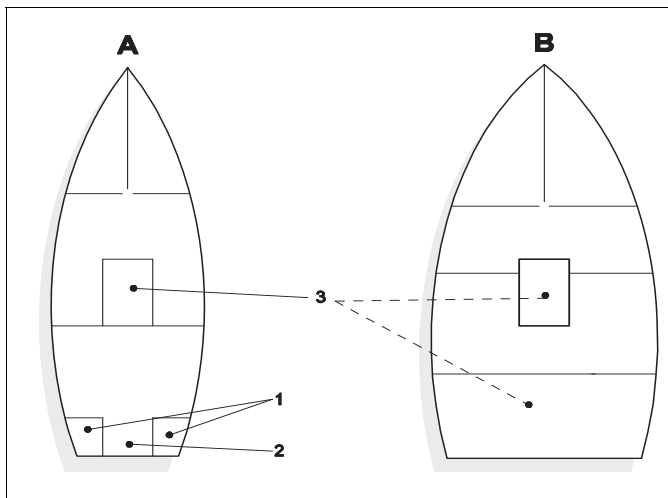

bild 2 Montering av värmaren i stuvfacket (1), styrlådan (2) eller motorrummet (3)
► Monteringsrekommendation (se bild 2):